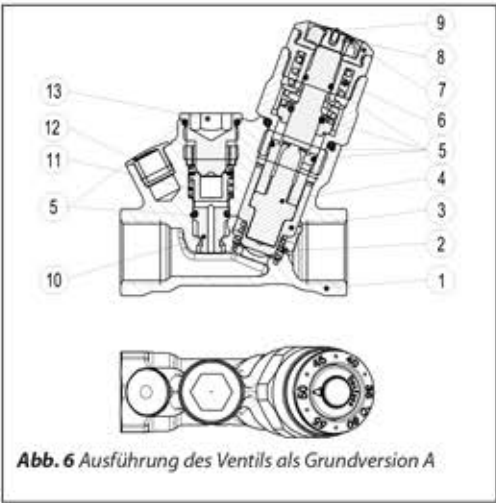
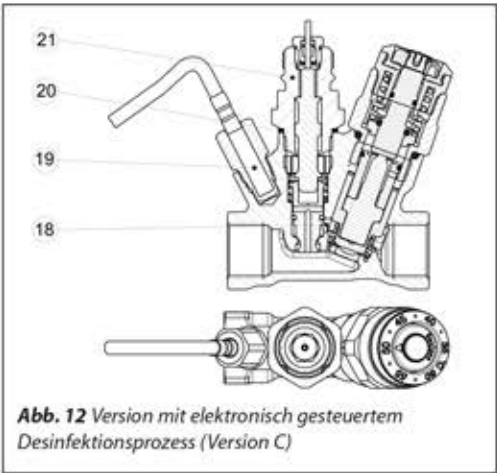

Abb. 6 Ausführung des Ventils als Grundversion A
Abb. 12 Version mit elektronisch gesteuertem Desinfektionsprozess (Version C)
MTCV ist ein selbsttätiges, thermostatisches Regelventil. Ein im Ventilkegel (Abb. 6, Pos. 3) montiertes Thermoelement (Abb. 6, Pos. 4) bewirkt eine Reaktion des Ventils auf Temperaturänderungen.
Eine Sicherheitsfeder (Abb. 6, Pos. 6) schützt das Thermoelement vor Beschädigung, wenn die Wassertemperatur den Sollwert übersteigt.
Nach Entfernen des Abdeckstopfens am Desinfektionsanschluss (Abb. 6, Pos. 13) kann das thermostatische Desinfektionsmodul unter Anlagendruck ohne Betriebsunterbrechung montiert werden (Abb. 9, Pos. 17).
- 1–13 Wie in Abb. 6
Nach Entfernen der Abdeckung des Desinfektionsmodul-Anschlussstutzens (Abb. 6, Pos. 13) lassen sich der Adapter (Abb. 12, Pos. 21) und der thermische Stellantrieb TWA montieren.
Am Thermometerstutzen wird ein Temperatursensor (PT 1000) montiert (Abb. 12, Pos. 19). Thermischer Stellantrieb und Temperatursensor müssen gemäß Anleitung mit dem elektronischen Regler CCR2+ verbunden werden. Dieser erlaubt in jeder Zirkulationsleitung einen effizienten und wirkungsvollen Desinfektionsprozess. Das Grundmodul arbeitet in einem Temperaturbereich von 35 bis 60 °C. Wenn die thermische Wasserbehandlung/der Desinfektionsprozess startet, regelt das CCR2+ den Durchfluss durch das MTCV über die thermischen TWA-Stellantriebe. Ein elektronisch gesteuerter Desinfektionsprozess mittels eines CCR2+ bietet folgende Vorteile: